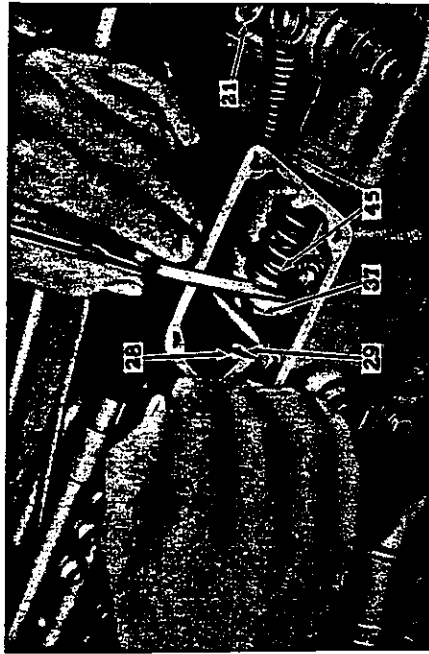

Fig. 12 - Afstelling van regelaar voor veranderlijk toerental
2. Hefboom nr 21 (fig. 12) in de stand „volgas“ plaatsen.